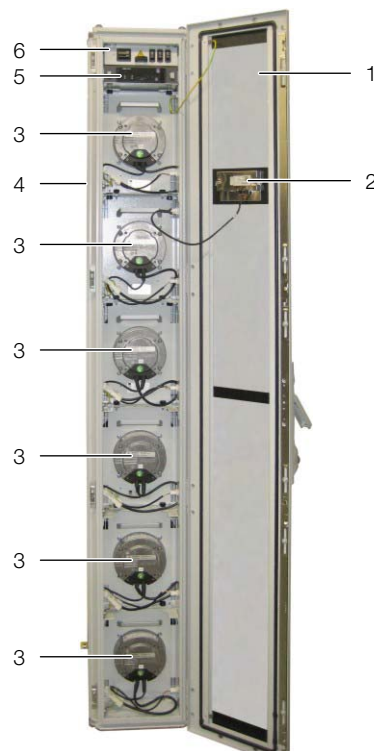

Рис. 11: Liquid Cooling Package вид спереди – передняя дверь открыта (вариант 55 кВт)
- 13 Блок управления CMC III PU (см. рис. 11, поз. 5)